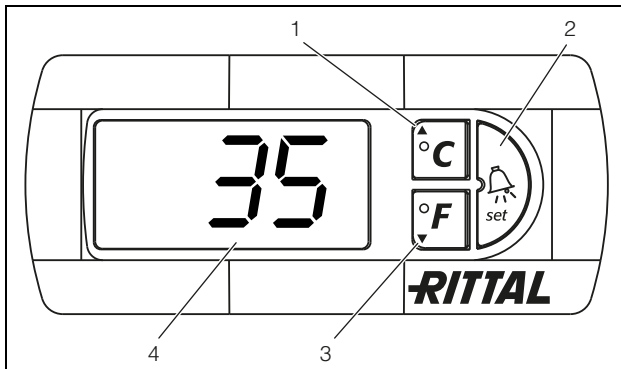

Imagen 17: Controlador e-Confort
El controlador e-Confort dispone de una indicación de 7 segmentos (imagen 17, nº 4). En esta se muestra, tras la conexión de la fuente de alimentación, durante aprox. 2 segundos la versión actual del software, así como la activación del modo Eco. A continuación una opción preajustada (por ej. t10) o bien la temperatura.
La programación del aparato se realiza a través de las teclas 1 – 3 (imagen 17). Los parámetros también aparecen en la indicación.
- Presione simultáneamente las teclas 1 y 2 (imagen 17) durante 5 segundos mínimo.
Con las teclas 1, 2 y 3 (imagen 17) puede modificar 24 parámetros dentro de los niveles preestablecidos (valor mín., valor máx.).